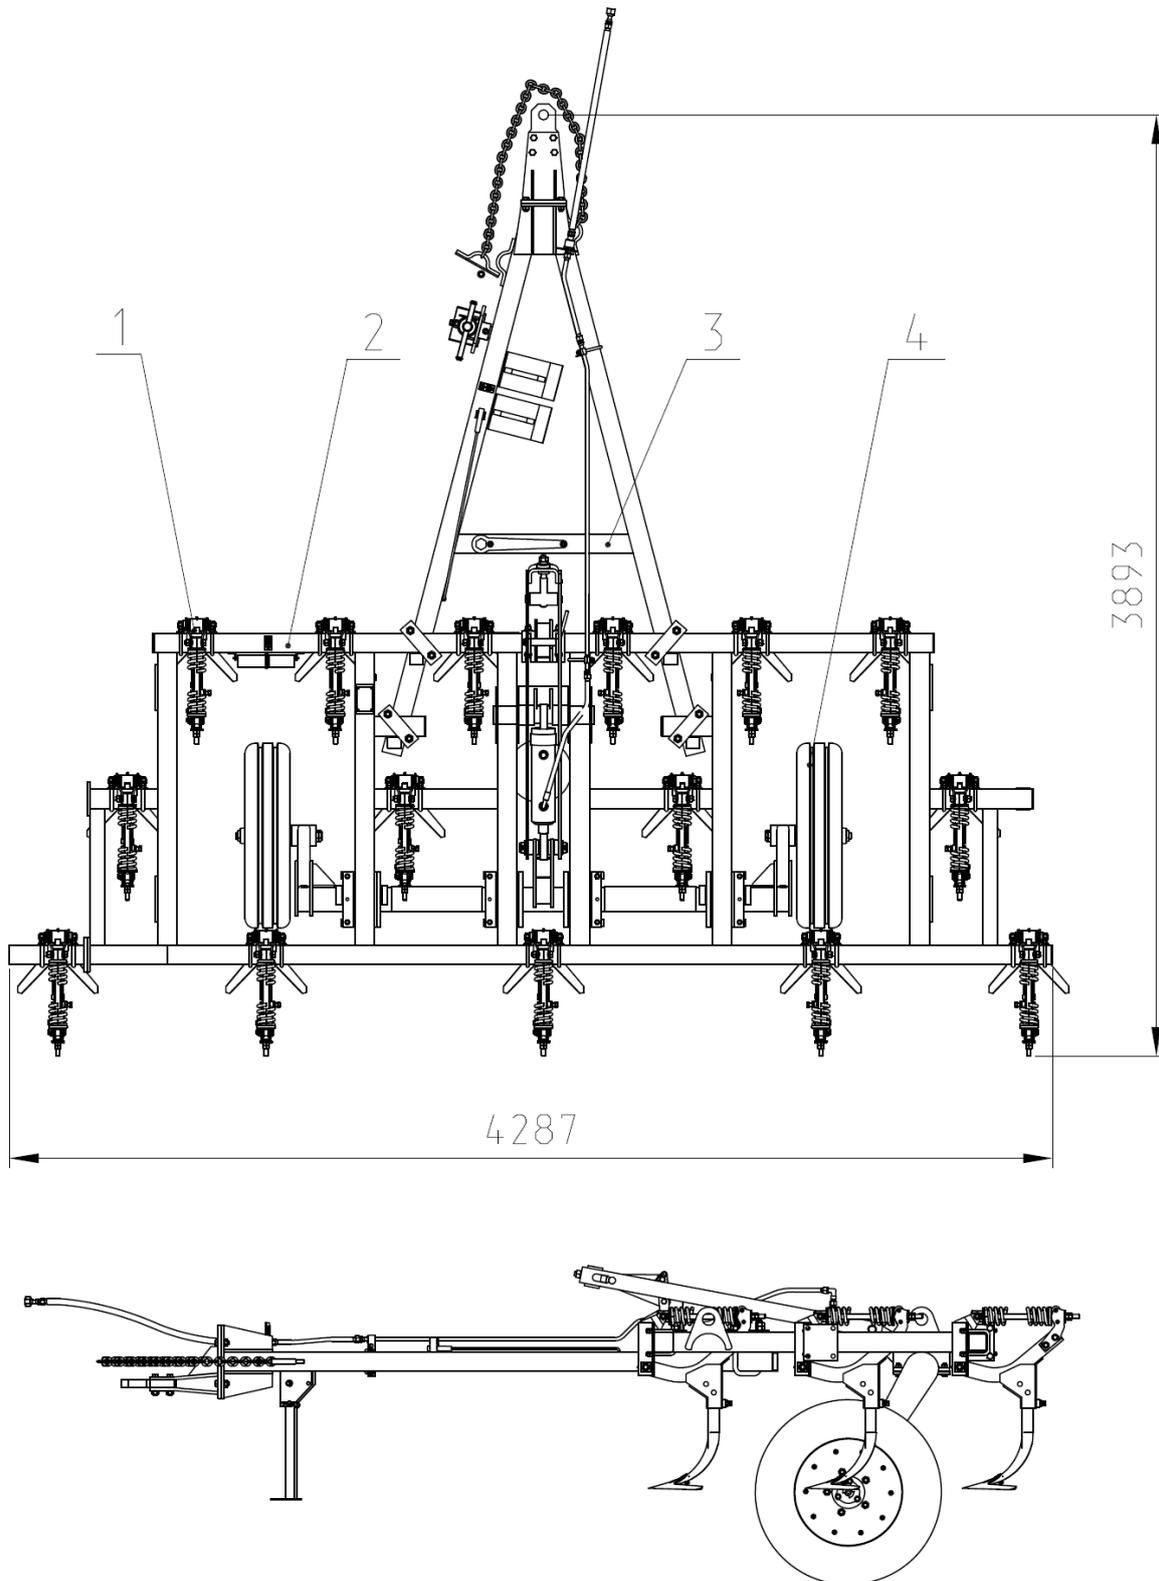

Рис.1 Культиватор КСП-4
2.1 Культиватор (Рис.1,1-1) представляет прицепную машину рамной конструкции 2, с трехрядным расположением рабочих органов.
Рис.1а КПС-4 Расположение центр масс.
2.2 Культиватор (рис.1, 1-1) агрегируется за прицепное устройство трактора посредством сннца 3, на пневматических шинах колесной пары 4.